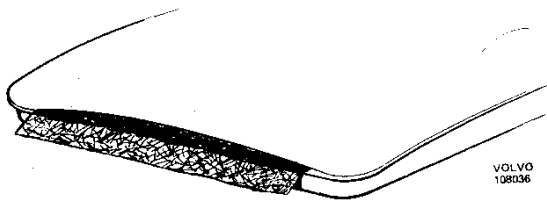

Abb. 37 Kunststoff-Heckklappe mit eingearbeiteten Glasfaserstreifen in der Trennfuge
7. Kunststoffgetränkte Glasfaserstreifen in die Fuge einführen und darauf achten, daß diese auf beiden Seiten bis zur Rißtiefe vordringen. Die unbenetzte Seite der Streifen dient zum Anfassen und Zurechtziehen in der Fuge (Abb. 37).